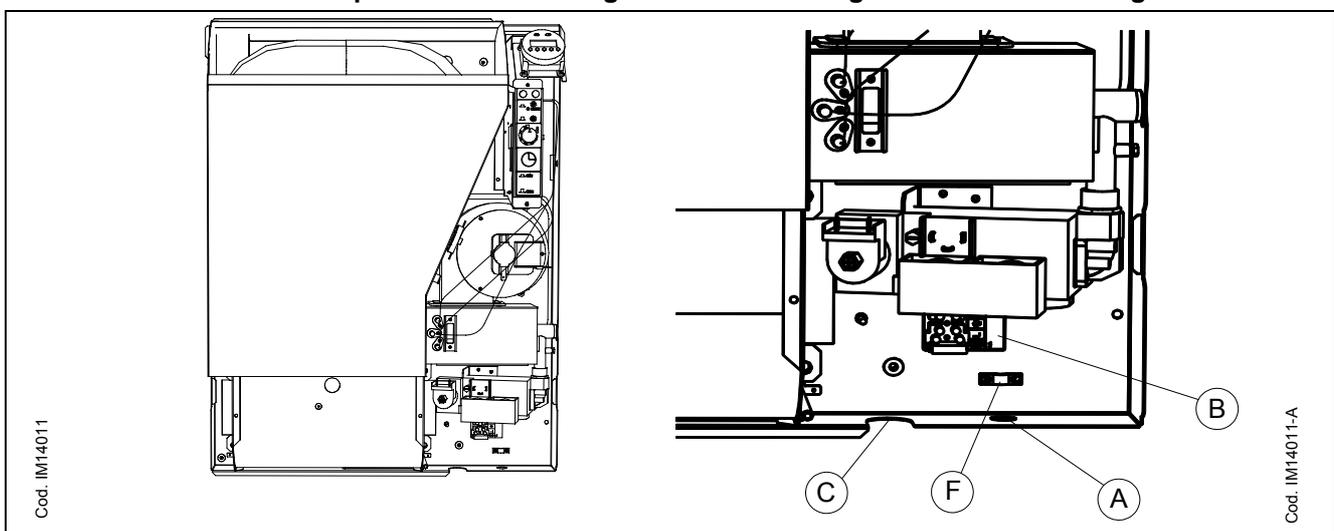
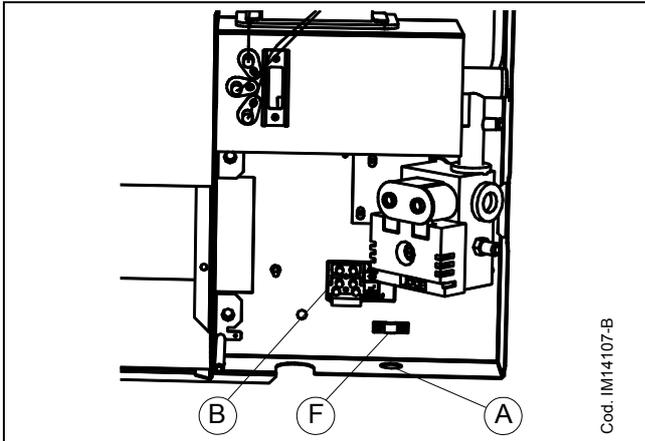
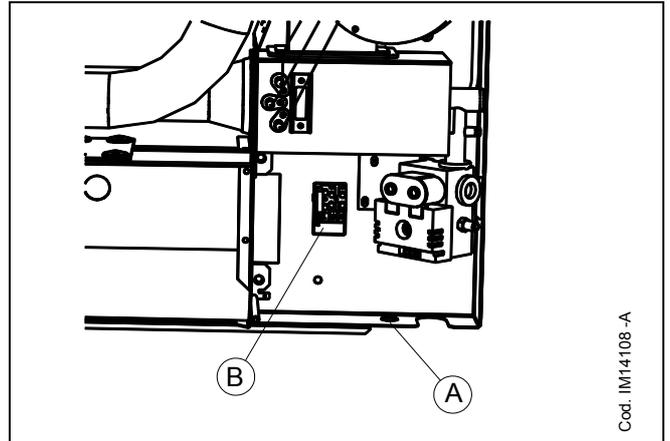
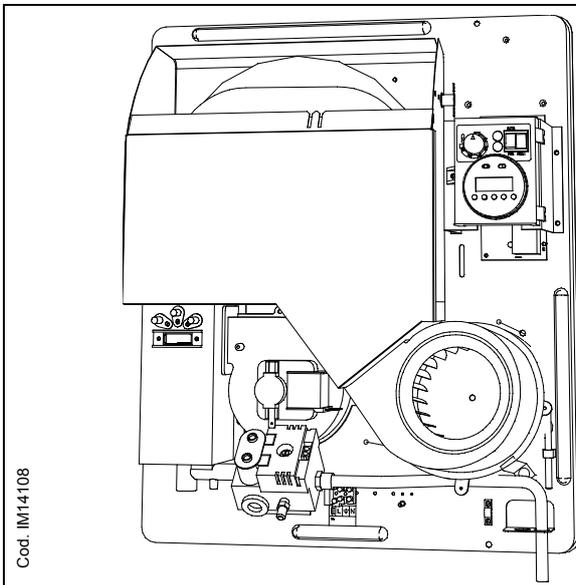

Abb. 18 – AUSSPARUNGEN DER VERSORGUNGSLEITUNGEN DER MODELLE 5002 U. 8002
Abb. 20 – VERSORGUNGSZUFÜHRUNGEN DER MODELLE 4001, 4002 U. 5001
Abb. 21 - VERSORGUNGSZUFÜHRUNGEN DER MODELLE 8001
Abb. 22 - VERSORGUNGSZUFÜHRUNGEN DER MODELLE 3001 U. 3002
14. Spannungszuleitung durch Bohrung A einführen (siehe Abb. 18, Abb. 20, Abb. 21 od. Abb. 22), bei den Modellen 3001, 3002, 4001, 4002, 5001 u. 5002, durch Zugentlastung F führen (siehe Abb. 18, Abb. 20 od. Abb. 22) Eine dreiadrige Leitung mit Schutzstecker oder mit einem Einpoligen Zwischenschalter dessen Kontaktabstand 3mm nicht unterschreiten darf.
Das Kabel sollte einen Querschnitt von 3x1mm2, und einen max. Außendurchmesser von 8,4 mm haben. Angeschlossen wird an der dafür vorgesehene Klemmleiste B (siehe Abb. 18, Abb. 20, Abb. 21 od. Abb. 22) aufpassen auf elektrischen Polarität, der auf dem Anschluss angezeigt ist Der Polarität bei dem Elektroanschluss muss genauer sein (L= Phase, N= Neutral,  $\perp$  = Erden).
16. Für die Modelle 5002 u. 8002 das Gasanschlußrohr durch die Aussparung (C) führen siehe Abb. 18. Bei den Modellen 4001, 4002 , 5001 u. 8001 befindet sich die Aussparung an der unteren rechten Außenseite der Verkleidung.
17. Bei den 3001 u 3002 gehört das Anschlußrohr zum Lieferumfang und wird ebenfalls durch die Aussparung C eingeführt (siehe Abb. 22).